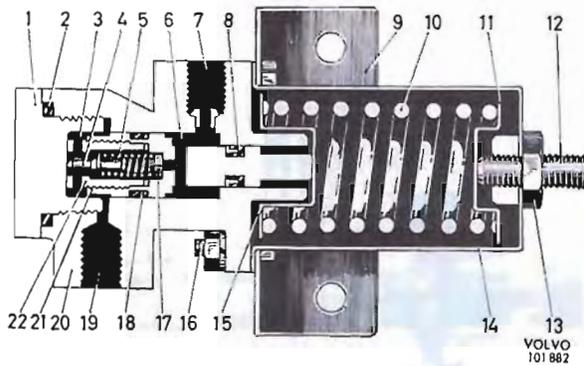

Abb. 45 Bremskraftregler, Aufbau
Die Konstruktion des Bremskraftreglers geht aus Abb. 45 hervor. Die Arbeitsweise ist folgende:
Beim Ansetzen der Fubremse wird der Druck vom Hauptzylinder durch den Anschlu (7, Abb. 45) eingeleitet. Der Druck pflanzt sich durch den Zylinderraum (6) und die Bohrung, vorbei an den Ventilen (17) und (4) zum Zylinderraum (3) und weiter durch Anschlu (19) zu den Hinterradzylindern fort, siehe Abb. 45. Der hydraulische Druck je Oberflcheneinheit ist zu beiden Seiten des Kolbens (21) gleich hoch, aber da die Druckflche des Kolbens